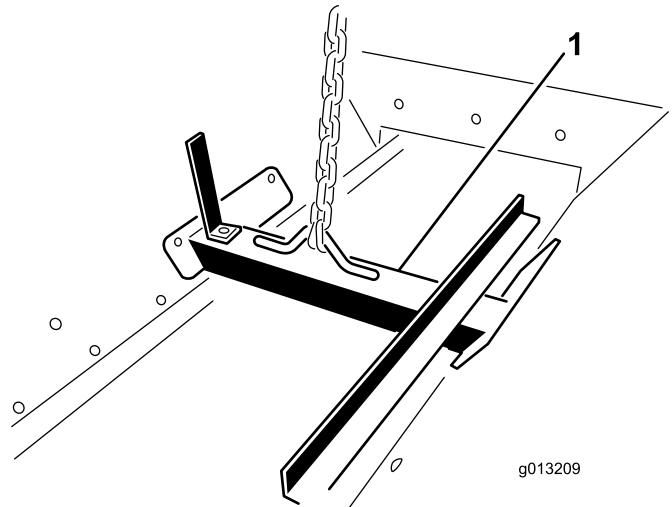

Bild 13
1. Befestigen Sie ein Hubgerät an der Huböse, die innen an der Fangbox angeschraubt ist (Bild 13).